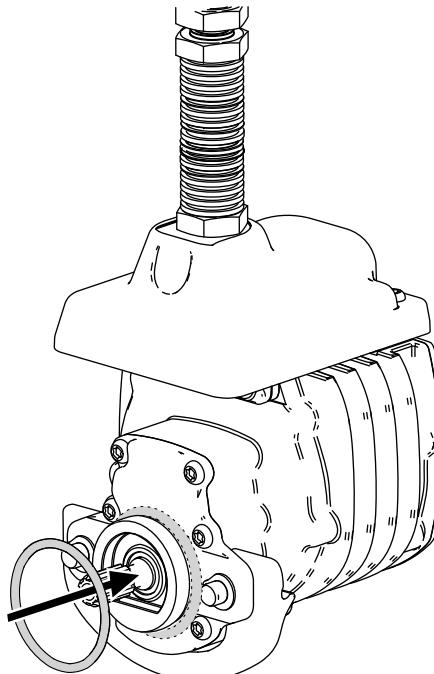

Figura 8
3. Instale una junta tórica en cada motor de molinete, como se muestra en la Figura 8.